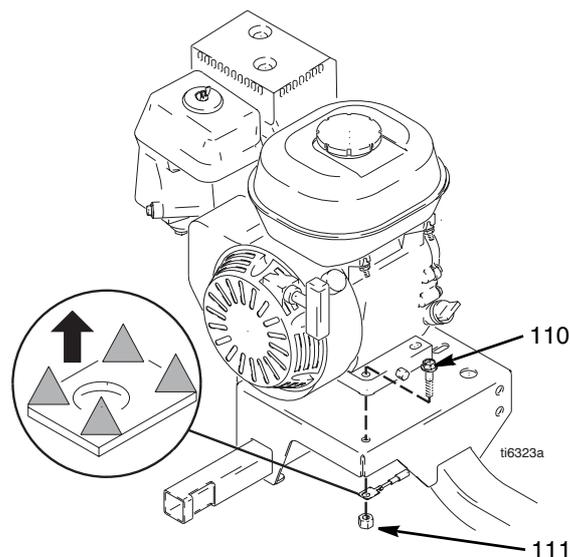

Рис. 13
3. Рис. 13. Скрутите две контргайки (111) и выкрутите два винта (110) от базовой плиты двигателя.
2. Рис. 13. Установите два винта (110) в базовую плиту двигателя и закрепите их контргайками (111). Затяните их с усилием в 27,12 Нм.
2. Рис. 13. Выкрутите два винта (108) и снимите крышку (62a).